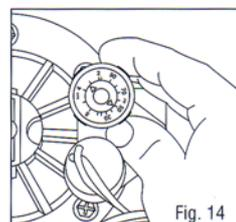

Fig. 14
1. Drehen Sie den Einstellknopf so weit, bis der Pfeil unter der durchsichtigen Scheibe den gewünschten, Druck anzeigt. Siehe Fig. 14